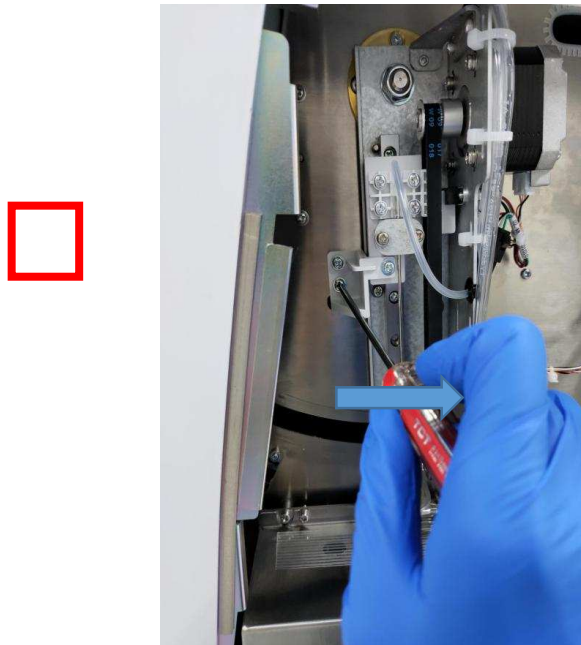

Рис. 4-4
1. Откройте дверцу жидкостной камеры на правой стороне анализатора и ослабьте четыре винта с помощью отвертки, как показано на рис. 4-4.